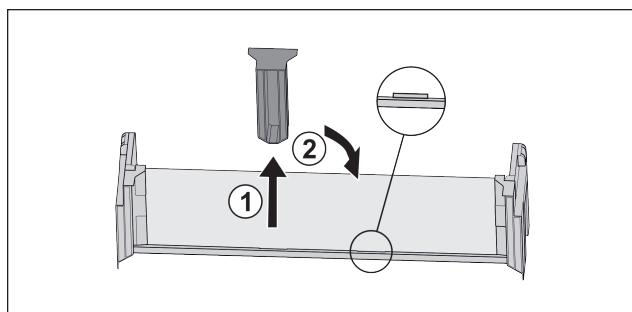

Fig. 17
- Витягнути середню деталь для підтримки Fig. 17 (1).
- Вставити середню деталь для підтримки на друге положення Fig. 17 (2).